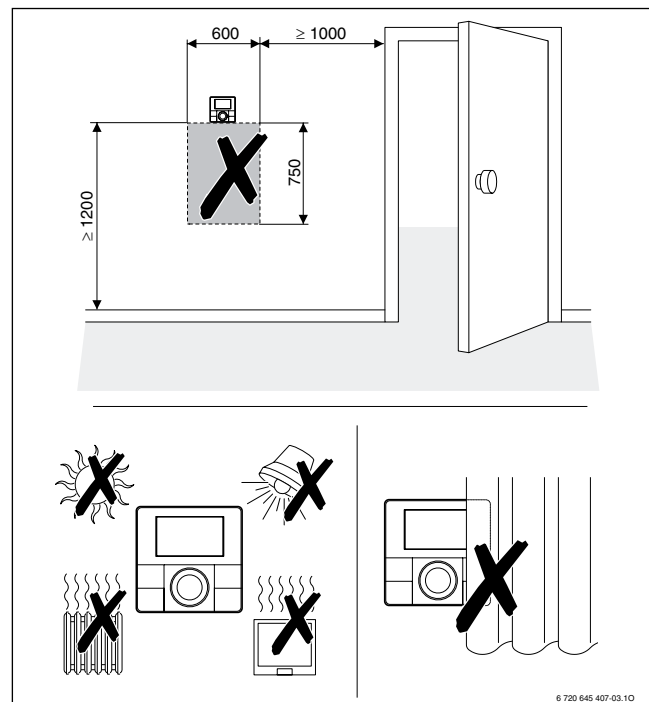

Рис. 43. Положение блока управления RC... или внешнего датчика температуры в базовом помещении (размеры в мм)
► Поэтому блоки управления для регулирования по температуре в помещении устанавливаются в базовом помещении (см. рис. 43).